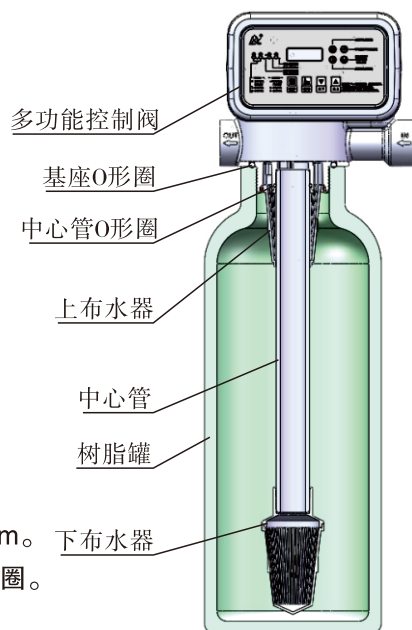

图1-1
- ①过滤器与排水口的距离越短越好;
- ②留有一定的空间, 便于设备的操作和维修;
- ③对软水器, 盐箱应靠近软水器;
- ④应远离热源, 且不能将阀暴露在室外, 日晒、雨淋可能导致系统的损坏;
- ⑤不要将系统设备安置在有酸碱、强磁场、强振动等环境中, 以免造成电子控制系统失灵;
- ⑥不要将装置及排水口、溢流管件等安装在大于 5°C , 小于 30°C 的地方;
- ⑦应尽可能将系统安装在出现漏水情况时, 损失最小的地方。
①安装控制阀
a) 按图1-1所示, 选取外径为32mm的中心管, 把中心管与下布水器用胶封固。放入罐体底部, 将超过罐口部分的中心管截断并外部倒圆。